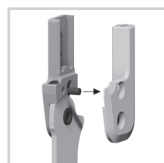

Fig. 17
- 3 Extraiga el pasador para fijar la rosca premontado con un punzón (fig. 17).